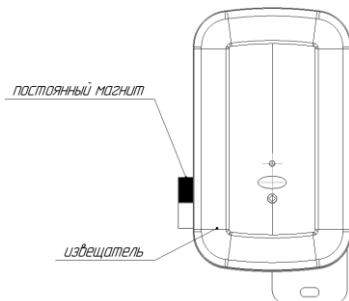

Рис. 4 – Место поднесения постоянного магнита
Командой «Программирование адреса устройства» можно задать адрес извещателя независимо от того, какой ему присвоен на данный момент. Это может быть использовано в случае ошибочного назначения одинаковых адресов двум и более устройствам. Для этого с пульта или компьютера подать команду на программирование требуемого адреса. После чего в течение не более 5 минут к извещателю, который находится в дежурном режиме, поднести постоянный магнит к области (см. рисунок 4). При этом светоизлучатель извещателя переходит в режим непрерывного свечения. На пульте или компьютере отобразятся события о потере связи с устройством по старому адресу и о восстановлении связи с устройством по новому адресу. Если устройства имели одинаковый адрес, то сообщений о потере связи по старому адресу не будет.
2.4.4 Упрощённый контроль функционирования извещателя (без проверки оптической части) можно осуществить путём поднесения постоянного магнита к извещателю (см. рисунок 4). ПКУ «С2000М» или АРМ «Орион Про» должен выдать сообщение «Тест» или «Пожар», в зависимости от режима тестирования. Упрощенный контроль работает начиная с «С2000-КДЛ» версии 2.15 и «С2000-КДЛ-2И» v.1.15.